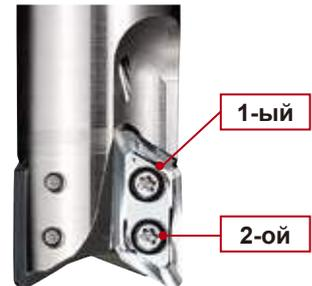

Рис. 1
- 2) Затяните крепежный винт с помощью ключа, прижимая при этом пластину к посадочному месту. Затяните крепежный винт, как показано на рис. 1.